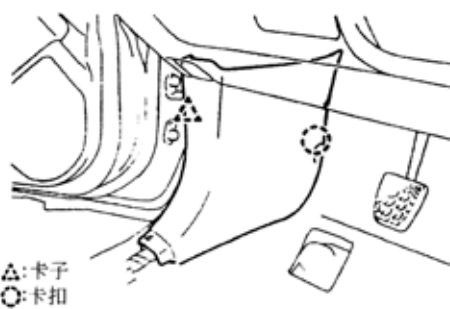

图 9-123
- 24)拆下左侧挡风玻璃和仪表板装饰板。松开卡子和卡扣，拆下左侧挡风玻璃和仪表板装饰板，如图 9-123 所示。